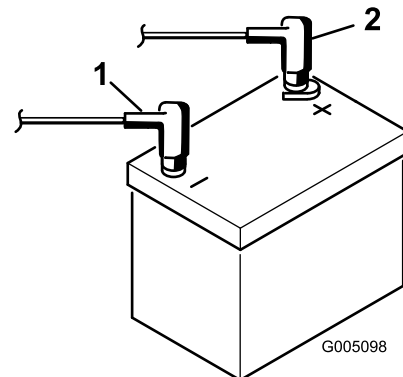

Figura 45
1. Desconecte el cable negativo (negro) y luego el cable positivo (rojo) de la batería (Figura 45).
6. Conecte el cable positivo (rojo) al borne positivo (+) y luego el cable negativo (negro) al borne negativo (-) de la batería (Figura 45), y sujételos usando los pernos y las tuercas que se retiraron anteriormente. Deslice la cubierta de goma sobre el terminal positivo para evitar posibles cortocircuitos eléctricos.